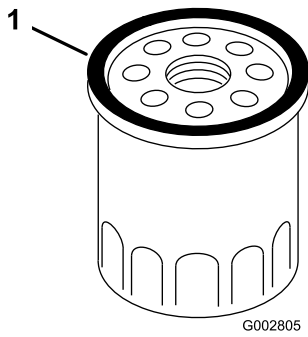

Figura 28
8. Usando el dedo, unte la junta del filtro nuevo con aceite (Figura 28).